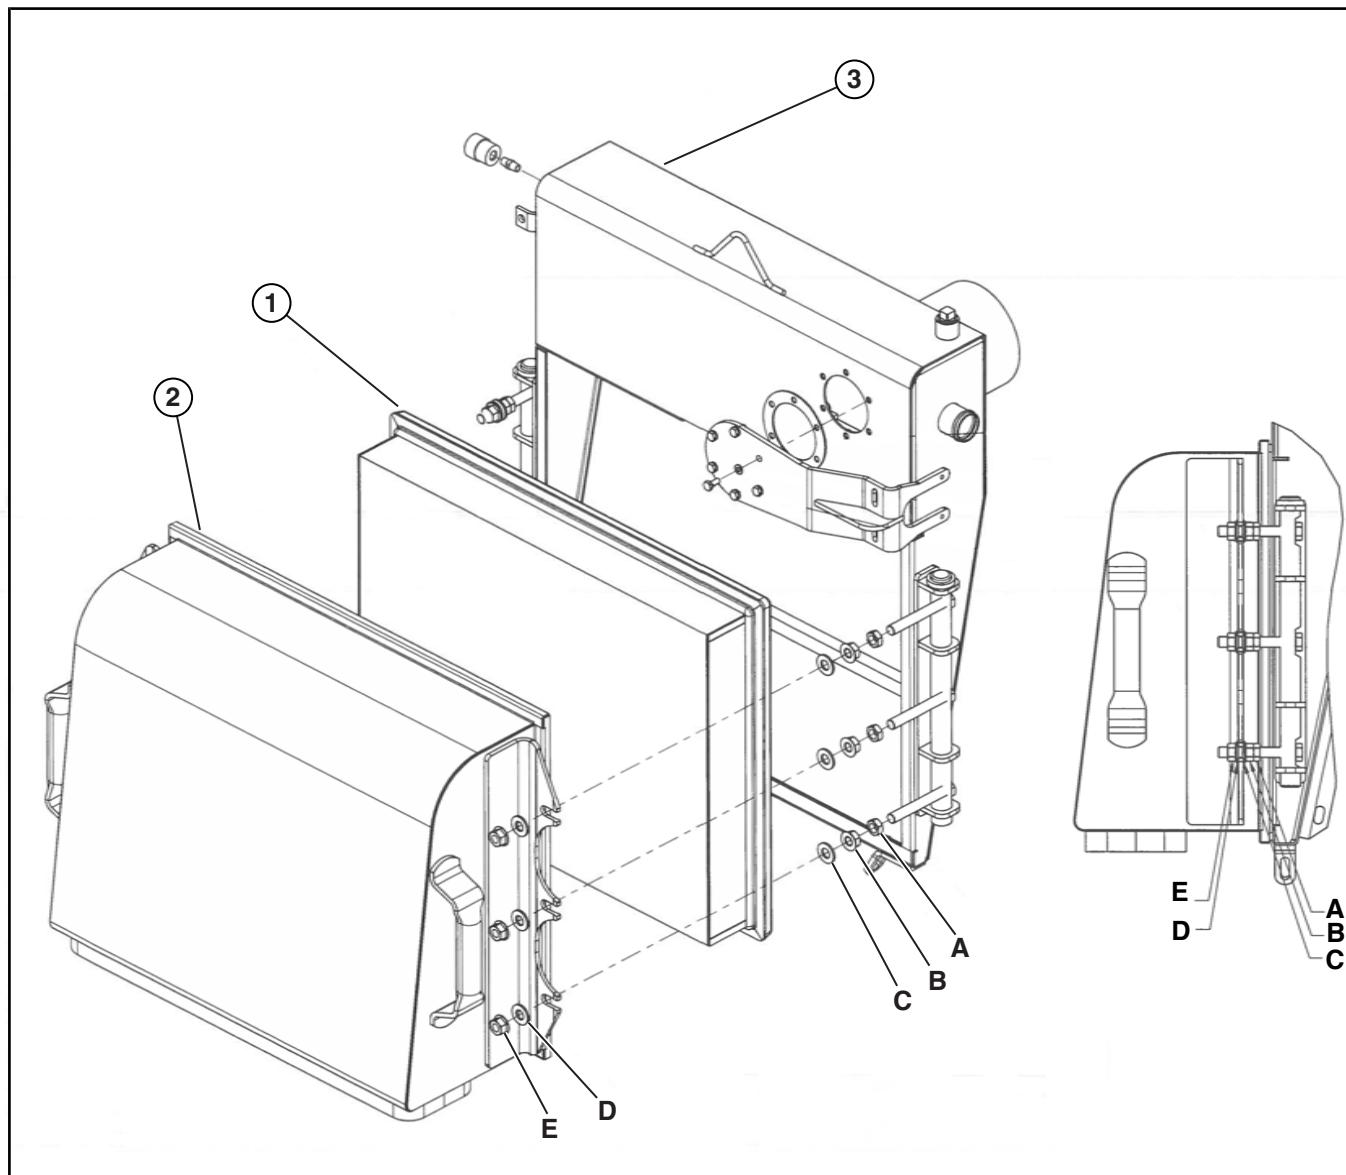

Рисунок 5.05-3: Установка зазора воздуховода
5. Установите воздушный фильтр (поз. 1 на Рисунок 5.05-3) и дождевой щит (поз. 2 на Рисунок 5.05-3) по центру между 6 болтами петли. Воздушный фильтр и дождевой щит должны свободно прилегать к воздуховоду (поз. 3 на Рисунок 5.05-3), не касаясь шайбы «C».